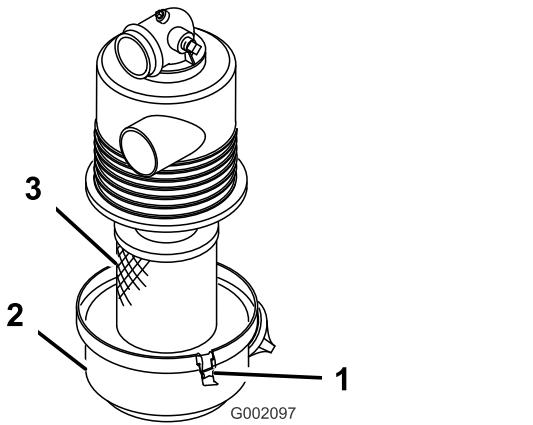

Рисунок 19
- Проверьте корпус воздухоочистителя на отсутствие повреждений, которые могут вызвать утечку воздуха. Убедитесь в том, что крышка герметично установлена на корпусе воздухоочистителя (Рисунок 19).
- Отпустите фиксаторы, крепящие крышку воздушного фильтра на его корпусе (Рисунок 19).
- Отделите крышку от корпуса и очистите внутреннюю поверхность крышки воздушного фильтра (Рисунок 19).
- Вставьте элемент в корпус воздушного фильтра (Рисунок 19).
- Совместите крышку воздухоочистителя с его корпусом (Рисунок 19).
- Закрепите крышку на корпусе фиксаторами (Рисунок 19).